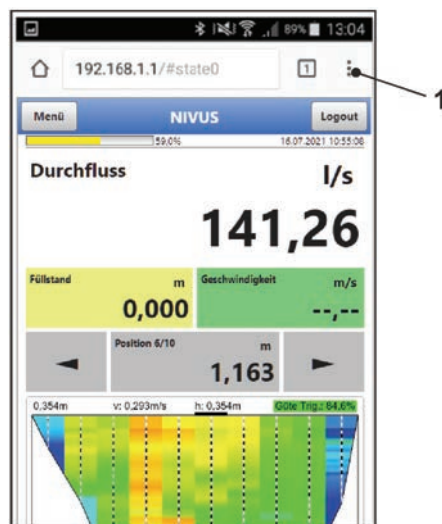

Abb. 26-5 Anzeige NivuFlow Stick-Display im Browser
Nach erfolgreicher Verbindung erscheint das Display des NivuFlow Stick (Abb. 26-5).
8. Zum Einrichten eines Links auf dem „Home-Bildschirm“ (für einen direkten Zugang) das Symbol für weitere Tabs (Abb. 26-5 Pos. 1) und Einstellungen antippen und „Zum Startbildschirm hinzu“ (Abb. 26-6 Pos. 1) auswählen.